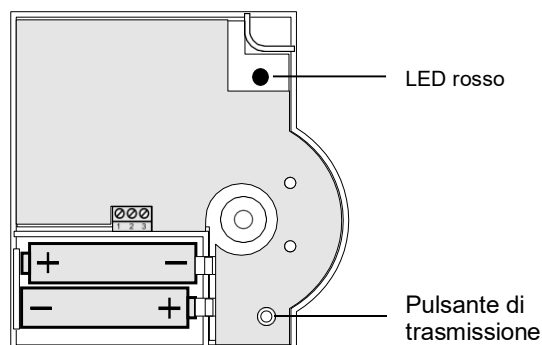

Figura 2: Polarità delle pile e del pulsante di trasmissione
- Inserire le pile mignon comprese nella fornitura con la corretta polarità (vedere Figura 2). Quando lampeggia il LED rosso sul HCW 82/HCF 82 è necessario sostituire le pile (vedere "Sostituzione delle pile", pagina 18).
- Attivare entro 4 min. il teach-in premendo sul sensore termico per ambienti il pulsante di trasmissione (vedere Figura 2, Pulsante di trasmissione).